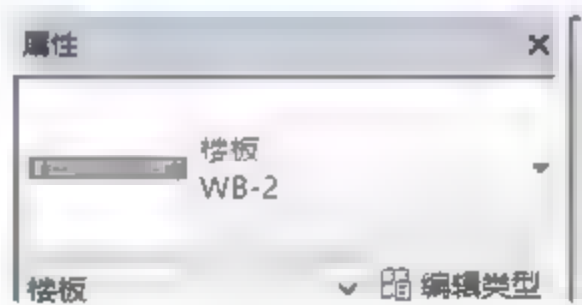

图 5.1.40 选择屋面板类型
(5) 绘制屋面板 WB-2。按快捷键 **S+B** (绘制屋面板命令), 在“属性”面板中选择“楼面板-WB-2”屋面板类型, 如图 5.1.40 所示。
(6) 进入“修改/创建楼板边界”模式。可以观察到 WB-2 的边界是不规则的，且 WB-2 不需要考虑坡度以及跨方向，这时应用直线绘制楼板，接下来介绍另一种方法，即如何用直线绘制楼板。
选择“边界线”中的“直线”命令，即图 5.1.41 中①所示，图 5.1.40 选择屋面板类型